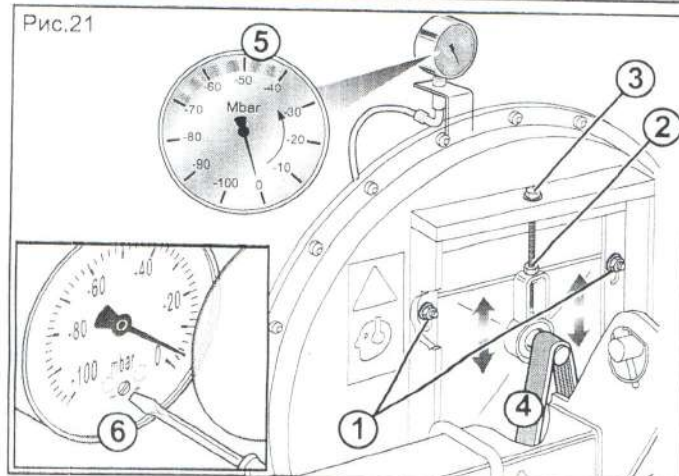

Рис. 21
Внутри распределителя вытяжкой (Рис. 21) создается вакуум, и семена втягиваются через отверстия дисков.
- Отпустите винты (1, Рис. 21);
- Открутите гайки (2, Рис. 21);
- Если ремень изношен, замените его (4, Рис. 21);
- Подтягивая винты (3, Рис. 21), натяните ремень;
Вакуумметр (5, Рис. 21) измеряет вакуум, а также указывает значение разрежения от 0 до -100 мбар. Средние значения для всасывания крупных семян -55 ч -60 мбар, для маленьких семян -40 ч -45 мбар.